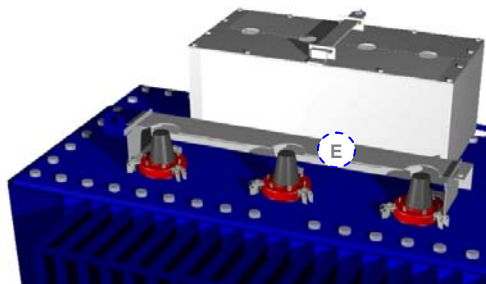

Figure 4.11
- 7) Placer le capot supérieur "C" (voir figure 4.11) en le fixant au moyen des vis inoxydables à tête hexagonale M8 retirées au cours de l'étape 1.